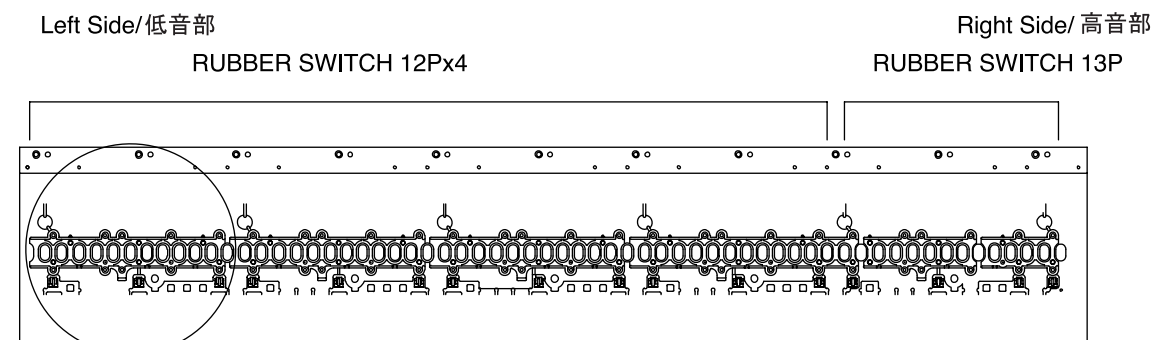
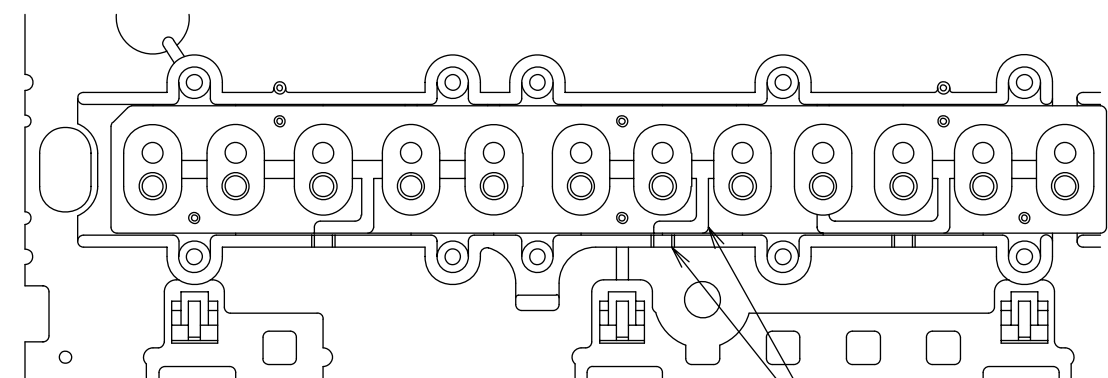

Fig.1
Fig.2
- 1) Turn the chassis over as shown in fig.1. Next, place 4 pieces of RUBBER SWITCH 12P in turn, on the chassis from the left end (the bass side of keyboard), aligning them with the long holes provided on the chassis. At this point, be sure that the air-escape grooves of each RUBBER SWITCH are positioned at the respective air-escape grooves on the chassis. (See fig.2) Then on the right side (the high note area), place RUBBER SWITCH 13P in the same way.
- 1) Fig.1のようにシャーシを裏返します。次に RUBBER SWITCH 12P を長穴に合わせて左側 (鍵の低音部) より順に4つシャーシに配置します。このとき RUBBER SWITCH とシャーシの空気溝の位置が合っていることを確認してください。(Fig. 2)。そして右側 (高音部) には RUBBER SWITCH 13P を同様に配置します。